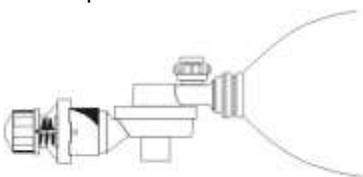

Figura. 1
**Modo de Uso:** engate o adaptador de válvula de PEEP, de modo a posicioná-lo como na Figura. 1. Pressione o ressuscitador algumas vezes para assegurar que o produto esteja funcionando corretamente. Conecte a Válvula de PEEP escolhida (2-10 cmH2O ou 5-20 cmH2O), e acople ao manômetro no intuito de determinar a pressão que será adotada.